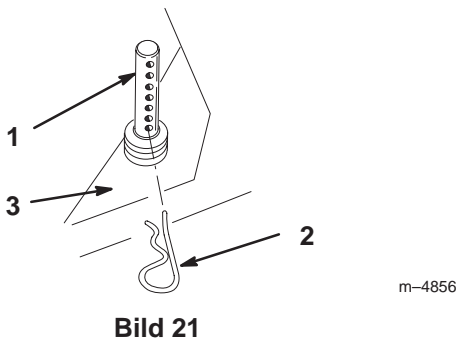

Bild 21
2. Heben Sie das Schneidwerk leicht am Griff hoch, ziehen Sie die Splinte aus den Schnitthöhen-Einstellpfosten und trennen Sie das Schneidwerk vom Chassis (Bild 21).